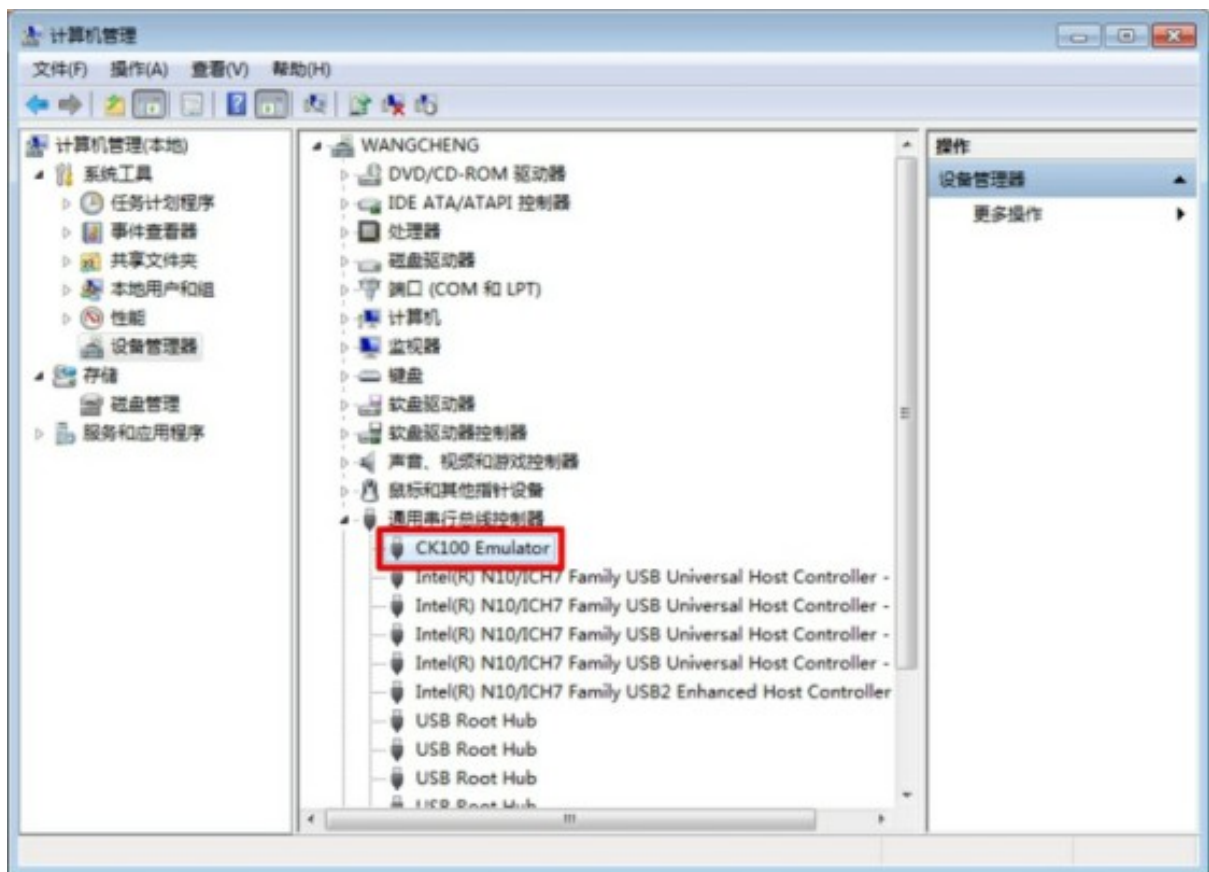

图 49: CK100 驱动安装成功
(5) 安装结束后，可以在设备管理器中看到如 图 49 所示的界面，表明驱动已经正确安装，CK100 可以正常使用。